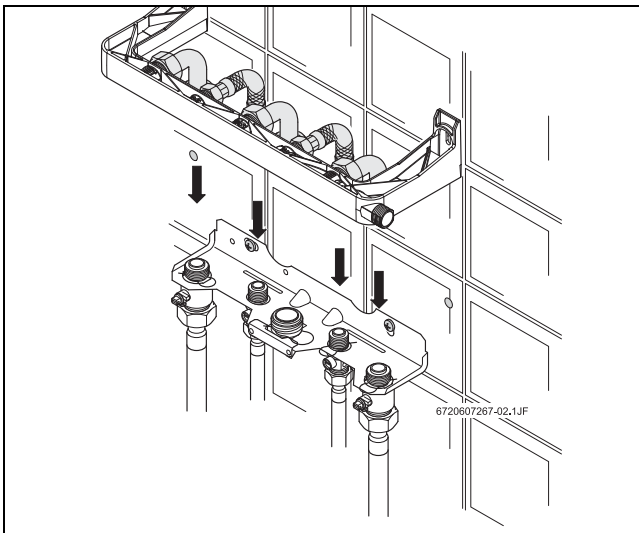

Рис. 19 Подключение установочного комплекта
► Присоединить трубы установочного комплекта к подводящим трубам (Рис. 19).